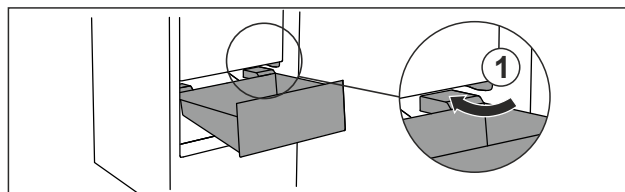

Fig. 94
- Poprowadzić szufladę ukośnie wokół stoperów Fig. 94 (1).